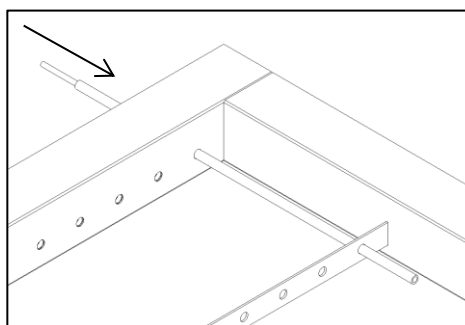

Bild 4
5. Bei Typ RC 4 werden die Stahlrohre durch die kreisrunden Öffnungen der Zargen und Querstrebe(n) geschoben (**Bild 4**), die Bestückung mit den Rollstäben erfolgt jedoch abwechselnd (im Wechsel Stab aus Manganstahl und Stab aus C45-Stahl).